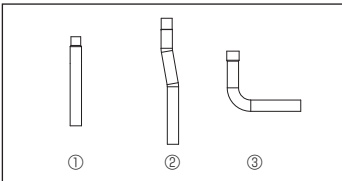

Fig. 1-1
1.6. Сыртқы блок керек-жарақтары (Fig. 1-1)